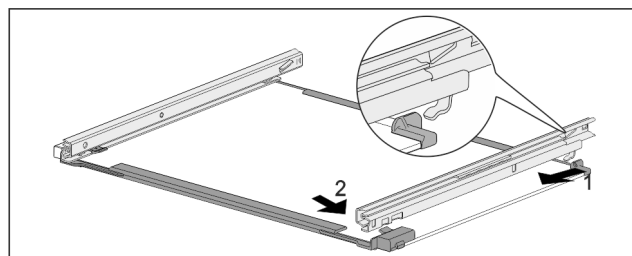

Fig. 173 Glasplade med skinner
- ▶ Fastgør skinnen bagtil. Fig. 173 (1)
- ▶ Lad skinnen gå i indgreb foran. Fig. 173 (2)